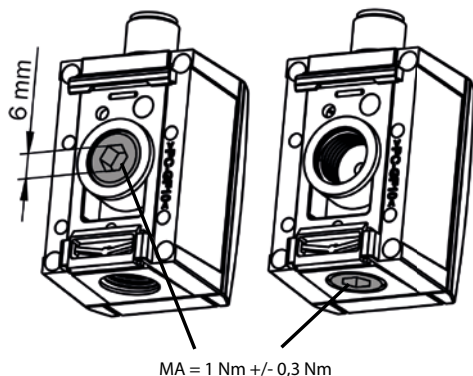
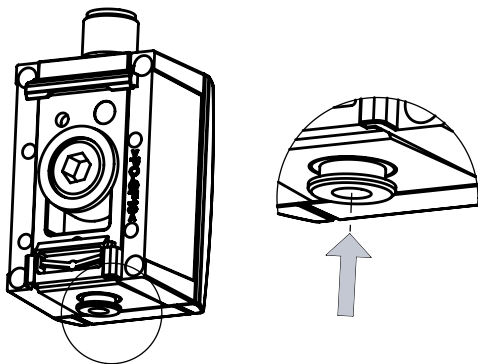

Abbildung 13: Druckanschluss G 1/4-Innengewinde
Abbildung 14: Steckanschluss für Pneumatikschlauch 4 mm (Push-In-Fitting, PIF)
Der elektrische Anschluss geschieht über Rundsteckverbinder M12 x 1. Tabelle 3, Abbildung 13, Tabelle 4 und Abbildung 14 zeigen die Pinbelegungen der unterschiedlichen Gerätevarianten/vorhandenen Ausgangssignale.
7.4.2 Menüstruktur, Beschreibung der Parameter und Werkseinstellungen (Abbildung 14)